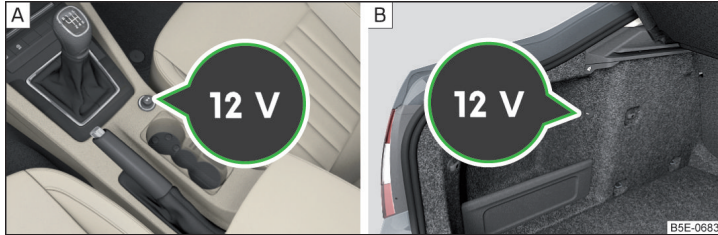

Abb. 117 Abdeckung der 12-Volt-Steckdose: in der Mittelkonsole vorn / im Gepäckraum
- Zum **Gebrauch** die Abdeckung der Steckdose abnehmen » Abb. 117 - [A] bzw. die Abdeckung der Steckdose öffnen » Abb. 117 - [B].